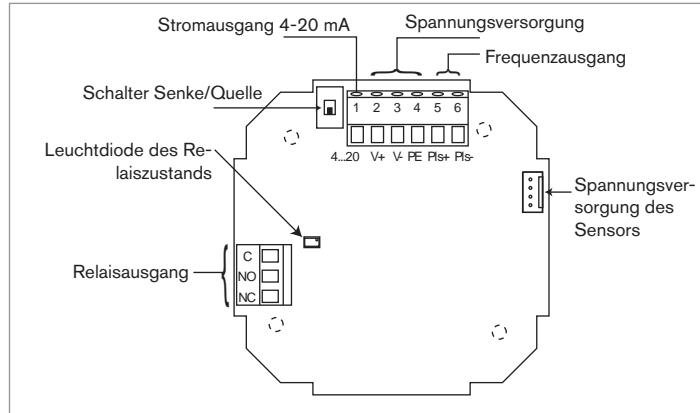

Bild 12: Elektronikplatine des Transmitters 8041
- Die 4 Schrauben des Deckels lösen, um Zugang zur Elektronikplatine des Transmitters zu erhalten (siehe Bild 12).